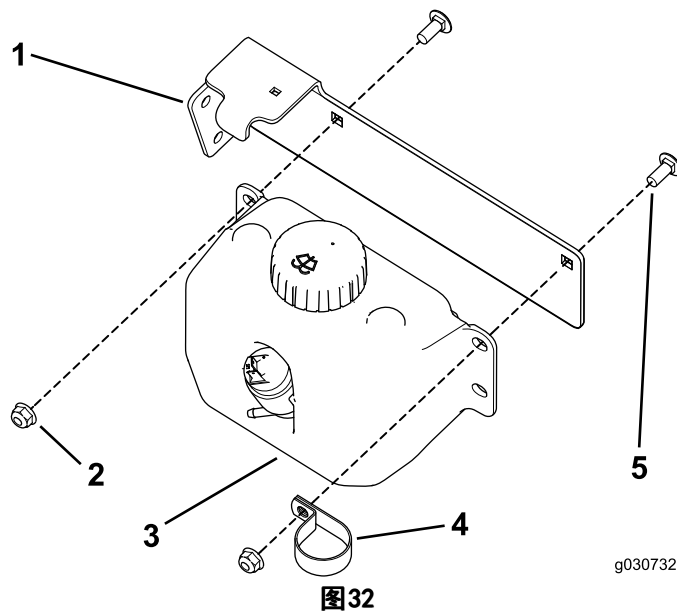

图32
3. 用 2 个托架螺栓和锁紧螺母将冲洗瓶和 R 型夹固定到水箱支架上（图32）。